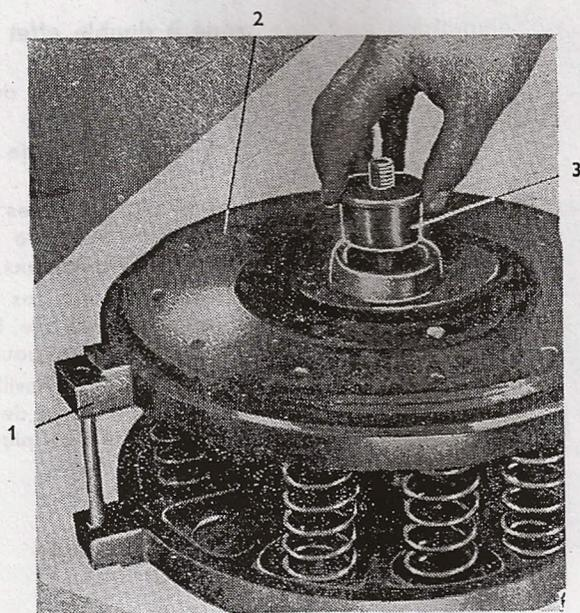

Fig. 55
3. Mettre le deuxième plateau de pression (fig. 55/1) et mettre dessus le disque de l'embrayage de prise de force (fig. 55/2) le côté plus long de son moyeu étant orienté vers le moteur. Emmancher l'anneau de centrage (fig. 55/3) sur la cheville du montage et dans le moyeu du disque.
on (fig. 55/1)